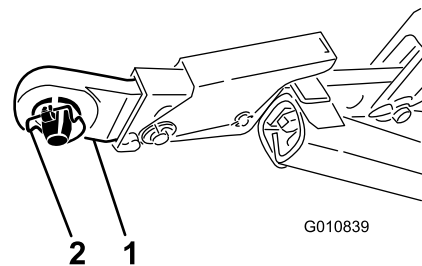
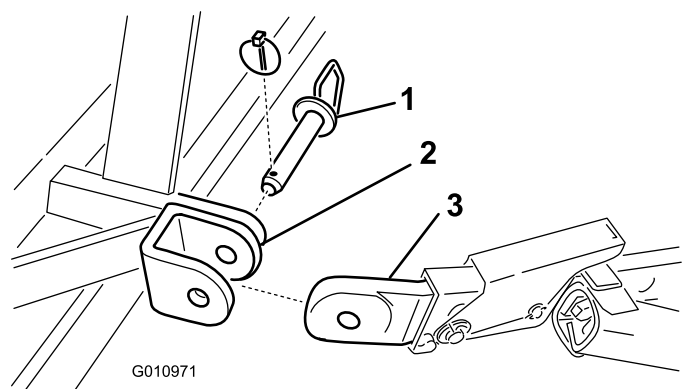

Bild 3
Bild 4
- Befestigen Sie die Unterlenkerarme entweder mit Klappsteckern (Bild 3) oder Anbauvorrichtungsstiften und Klappsteckern (Bild 4) an den Befestigungshalterungen am Aerifizierer.